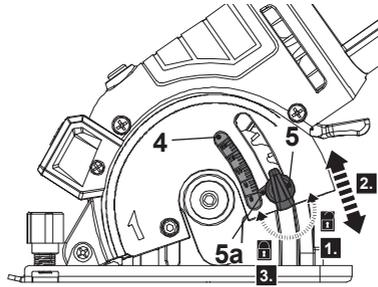

Fig. 7
Para ajustar a profundidade de corte de acordo com as suas necessidades, por favor siga os passos seguintes (Fig. 7):
2. Desaperte o botão de fixação da profundidade (5) no sentido contrário aos ponteiros do relógio, manualmente (Fig. 7, passo 1).
3. Levantar/baixar o botão de fixação da profundidade (5) (Fig. 7, passo 2) e ajustar a lâmina à profundidade de corte necessária alinhando a escala de profundidade (4) com o indicador (5a).
4. Apertar o botão de fixação da profundidade (5) no sentido dos ponteiros do relógio para fixar a profundidade de corte (Fig. 7, passo 3).